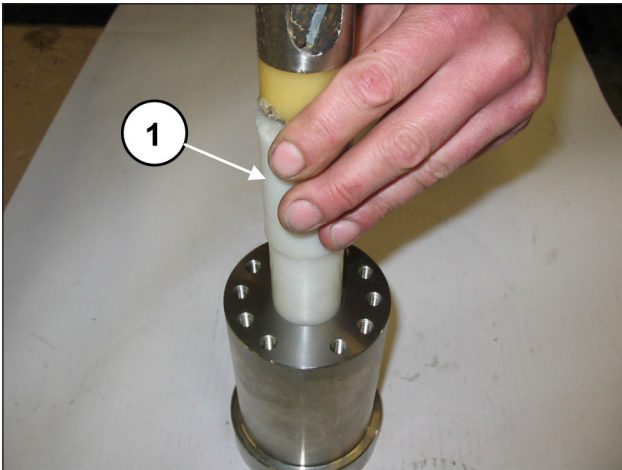
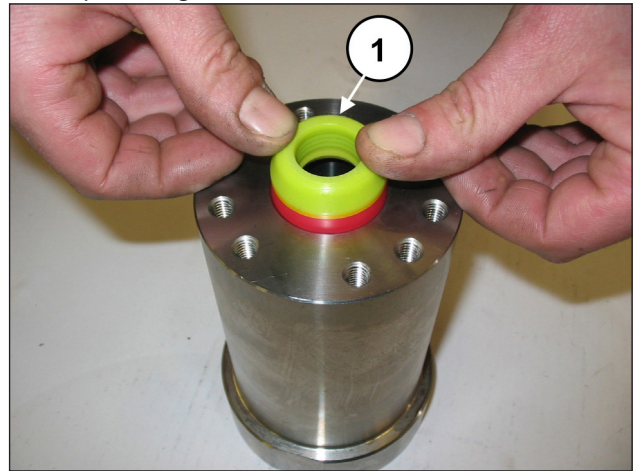
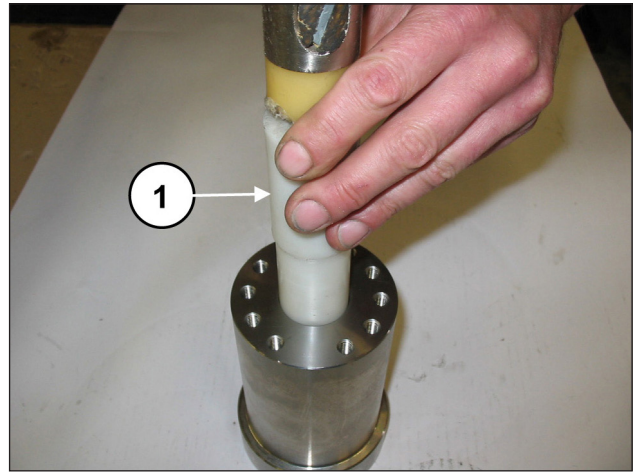

Fig. 117
Fig. 118
Fig. 119
**Para garantizar una correcta posición axial del casquillo utilizar la herramienta (cód. 27921100 para SM14, cód. 27921200 para SM16, cód. 27921300 para SM18, cód. 27911200 para SM20, cód. 27911400 para SM22 y cód. 27911500 para SM24) (pos. ①, Fig. 117 y Fig. 118).**
Introducir el paquete H.P. (alta presión) (pos. ①, Fig. 118); para evitar daños debido a la ligera interferencia entre la junta y la camisa, se recomienda utilizar la herramienta (cód. 27673200 para SM14, SM16 y SM18, y cód. 27673300 para SM20, SM22 y SM24) (pos. ①, Fig. 119).